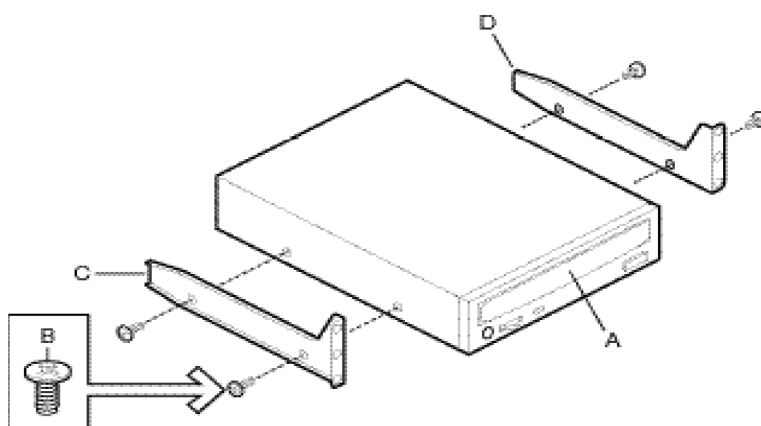

图 2-3 滑轨
- ①打开面板门。
- ②扳动面板门轴处，将面板拆下。
- ③拆下安装位处的屏蔽片螺钉（一般在上面第 3 个安装，扩展设备）。
- ④拆下 EMI 屏蔽片，如果您以后可能将该设备拆除，就将该屏蔽片保存好。
- ⑤将扩展设备从防静电袋中取出，放于防静电表面。
- ⑥在您的设备登记表中记录设备的型号和系列号。
- ⑦根据设备说明书，设置跳线。
- ⑧按照图 2-3 安装两个导轨。